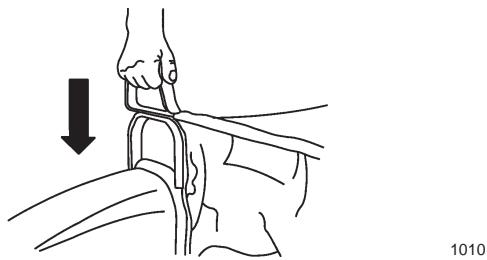

Figure 10
18. Glisser la poignée avant du sac sur la collarette de l'éjecteur (Fig. 10) et bien l'enfoncer en position.